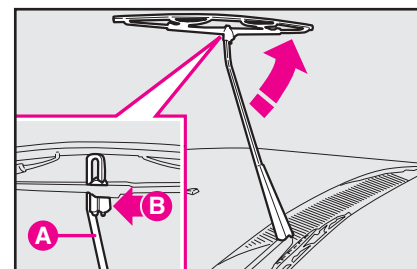

fig. 23
1) Поднимите рычаг **A** стеклоочистителя и установите щетку перпендикулярно рычагу (рис. 23).